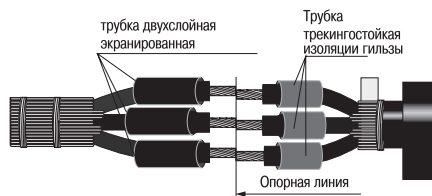

Рисунок 5
4.11 На жилы короткой разделки кабеля надеть трубки трекинговой изоляции красного цвета, а на жилы более длинной разделки кабеля надеть трубки двухслойные экранированные чёрно-красного цвета и сдвинуть их к корешкам разделок (рисунок 5).